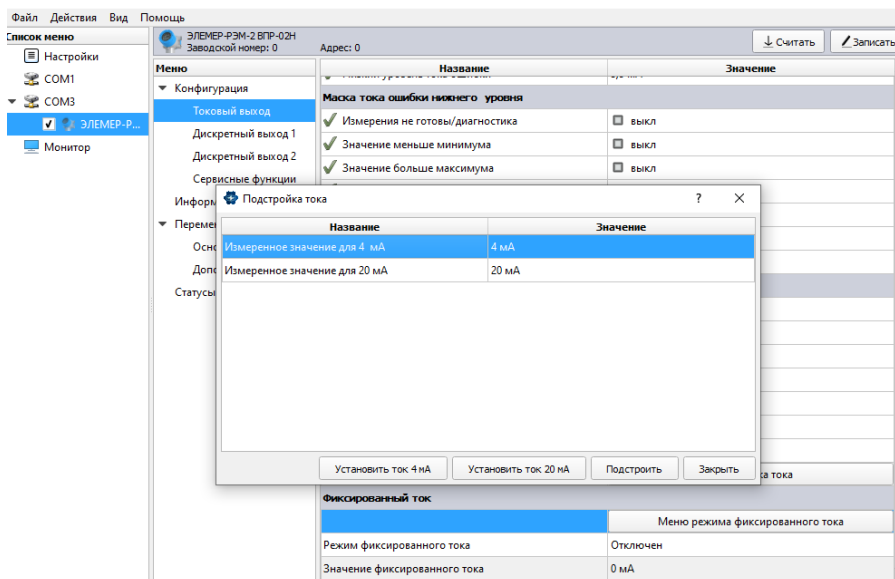

Рисунок 2.21 – Окно «Подстройка»
2.6.6.4 Окно «Подстройка тока» (рисунок 2.21) предназначено для выполнения процедуры подстройки нижнего и верхнего предела унифицированного выходного сигнала силы постоянного тока.